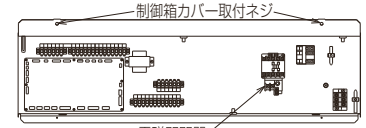

図14
- ①制御箱のカバー（ネジ2本）を取外してください。…図14
- ②制御箱内にある電磁開閉器を取外し、電動機セットのものとの交換してください。（取付けネジは標準品のネジを流用してください）